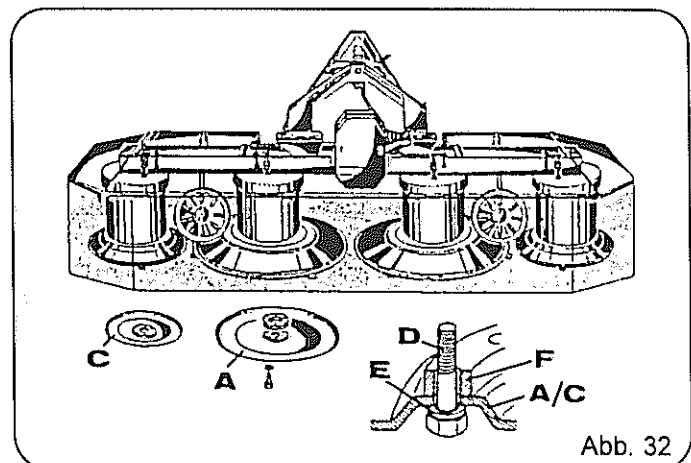

Abb. 32
Diese werden wie folgt unter jeder Mährotrommel nach Abb. 32 angeschraubt.
- Zusatzgleitteller (Pos. A, bzw. C) mit den mitgelieferten, längeren Schrauben (Pos. D), Sicherungsringen (Pos. E) und Distanzring (Pos. F) nach Abb. 32 montieren.